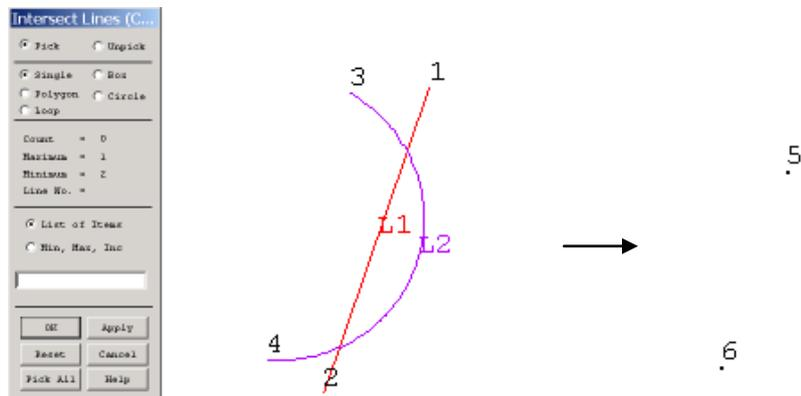

图3.51 线线相交
(1) 复制光盘目录“\ch03\ex2\”中的文件到工作目录，启动 ANSYS，单击工具栏上的  按钮打开数据库文件“ex2.db”。
(2) 单击 Main Menu> Preprocessor> Modeling> Operate> Booleans> Intersect> Common> Lines 菜单，将弹出如图 3.51 左所示的图形拾取对话框，选择适当的图形拾取方式，然后在图形视窗中选择要进行交运算的线，单击【OK】按钮确认。交运算的结果如图 3.51 右所示。